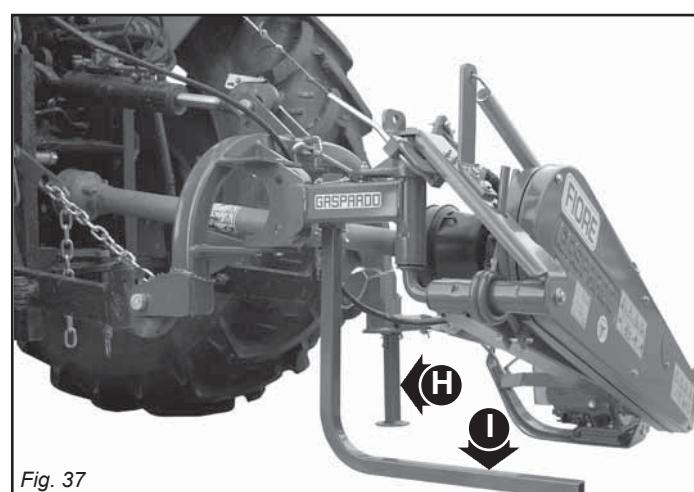

Fig. 37
- Наконец, установить на хранение в сухом помещении, вдали от посторонних лиц; косилка должна устанавливаться на ровной и компактной поверхности на поддерживающие опоры (H-I, Рис. 37).